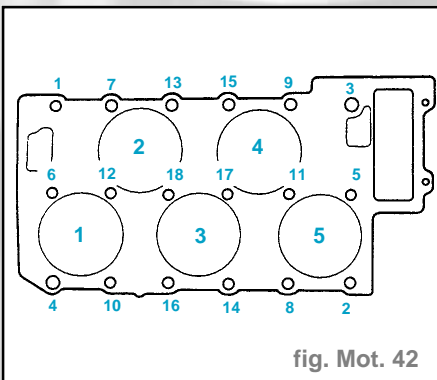

fig. Mot. 42
- Desserrer les boulons de culasse dans l'ordre indiqué et les dévisser complètement (fig. Mot. 42).